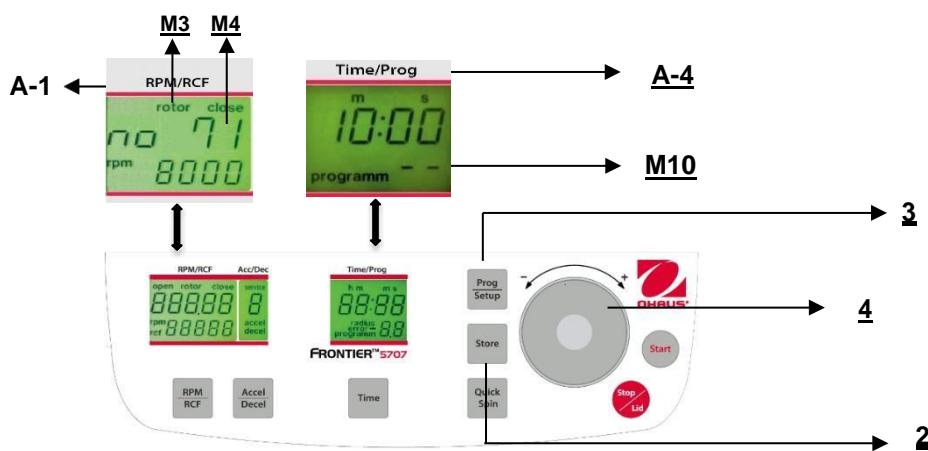

Abbildung. 23
Um gespeicherte Programme aufzurufen, drücken Sie die Taste **"Prog/Setup"** (3) (siehe Abbildung 23), während der Deckel bereits geschlossen ist. Innerhalb der Anzeige **"Time/Prog"** (A-4) erscheint **"programm -"** (M10). Die gewünschte Programmnummer kann vorab mit dem Anpassungs Wähl scheibe (4) ausgewählt werden.
Um den Programmmodus zu verlassen, drücken Sie lediglich die Taste **"Prog/Setup"** (3) (siehe Abbildung 23). Dann erscheint innerhalb der Anzeige **"Time/Prog"** das Wort **"programm"**.